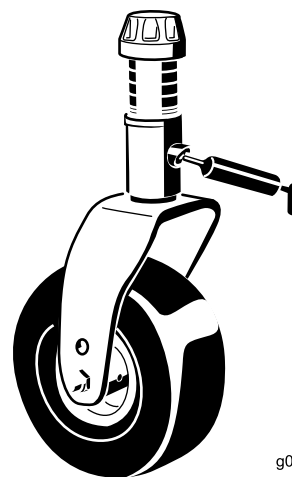

Figura 69
- Casquillo del eje de la horquilla de la rueda giratoria (1) (Figura 69)
- Casquillo del pivote del brazo tensor — situado en el brazo tensor (1)